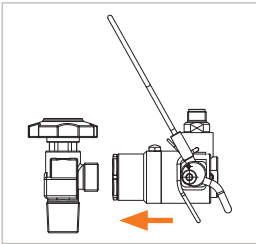

Abbildung 8
- ▶ Stecken Sie den Adapter gerade und locker bis zum merk- baren Dichtungskontakt auf das Flaschenventil (*Abbildung 8*). Dadurch wird einer Beschädigung der Frontdichtung durch eventuell scharfe Kanten am Flaschenventil vorgebeugt und das richtige Anschließen gewährleistet.